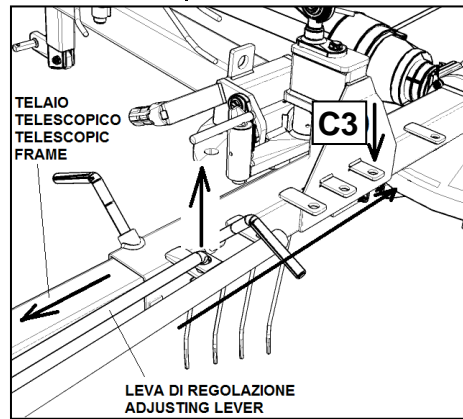

fig.11E
5. **Fig.11E** - Distanziare i due rotori sfilando il telaio telescopico ed inserire la leva di regolazione nella piastrina **C3**.
5. **Fig.11E** - Space out the two rotors, by pulling out the telescopic frame, and insert the adjusting lever in the plate **C3**.